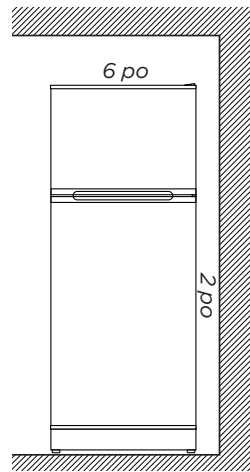

Fig. 3
- Fig. 3 – S'il y a cet espace autour de votre réfrigérateur, il suffit d'observer la distance illustrée sur le diagramme par rapport au mur et au plafond. Il n'est pas nécessaire de prendre d'autres dispositions pour assurer la circulation de l'air.